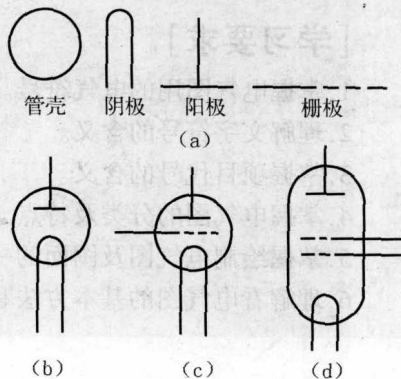

图 1-1 符号要素及组合示例
(1) 基本符号 基本符号用以说明电路的某些特征，而不表示独立的电气元件。例如，“—”表示直流，“~”表示交流等。
(2) 一般符号 一般符号是用以表示一类产品或此类产品特征的一种通常很简单的符号。例如，“○”是表示电机的一般符号。
(3) 符号要素 一种具有确定意义的简单图形，必须同其他图形组合以构成一个设备或概念的完整符号。例如，图 1-1(a) 是构成电子管的几个符号要素：管壳、阳极、阴极、栅极。这些符号要素有确定的含义，但一般不能单独使用。这些符号要素以不同形式进行组合，则可以构成多种不同的图形符号，如图 1-1(b)、(c)、(d) 所示。